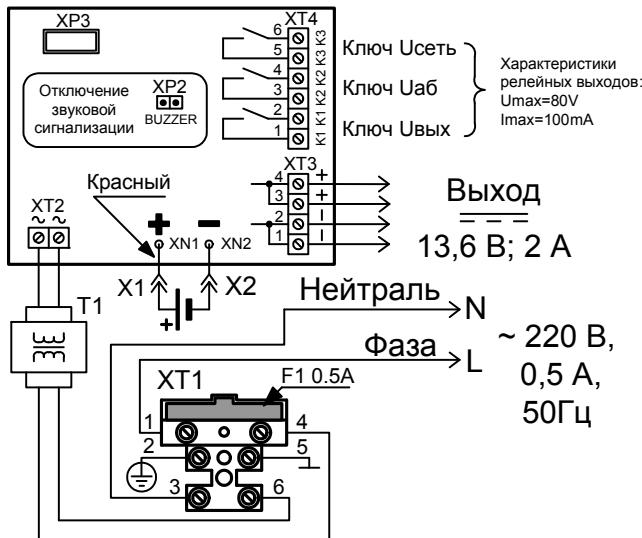

Рисунок 1 Схема подключения РИП
1.2.15 РИП обеспечивает возможность отключения звуковой сигнализации путём снятия перемычки с разъёма ХР2 (расположение разъёма показано на Рис. 1.).
**ВНИМАНИЕ!** При подключении внешнего питающего напряжения 220 В к сетевой колодке необходимо соблюдать правильность подключения проводов «фаза» и «нейтраль». Подключение производить в соответствии с рисунком, расположенным на внутренней стороне корпуса или в соответствии с Рис. 1 данной этикетки.
- подключить нагрузку к выходной клеммной колодке, соблюдая полярность (XT3/1,2 – «->, XT3/3,4 – «+>, см. Рис. 1).
выходы оптореле K1, K2 и K3 к шлейфам сигнализации приборов согласно Рис. 1. Состояния цепей оптореле приведены в Таблице 1.